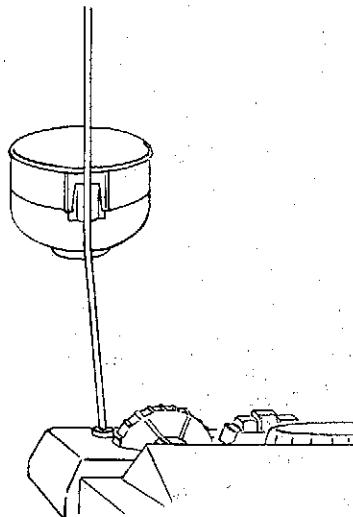

Fig. 20
**Inserte el mastil de la antena en el orificio que esta a la izquierda del carro trasero hasta que tope al fondo, coloque la bolera en el brazo del mastil, Fig. 20**